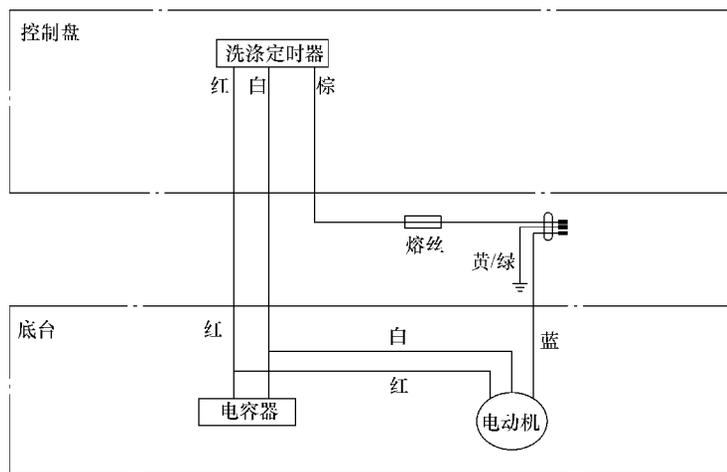

图 6-44 海尔 XPM30 - 2008 迷你型洗衣机电路
**【附注】** 海尔 XPM30 - 2008 迷你型洗衣机电路如图 6-44 所示。